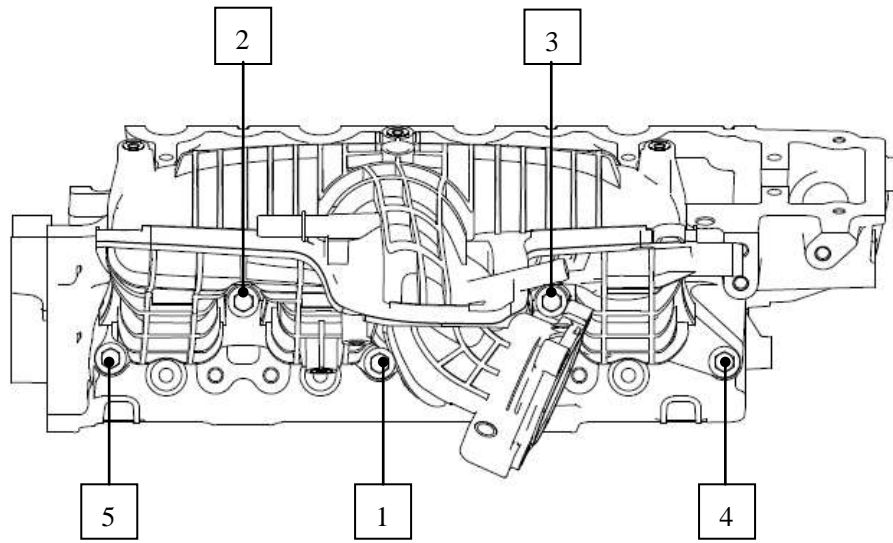

图 E-4 螺栓拧紧顺序
- 3) 将六角法兰面螺栓④装入缸盖内，然后用工具按图 E-4 顺序拧紧